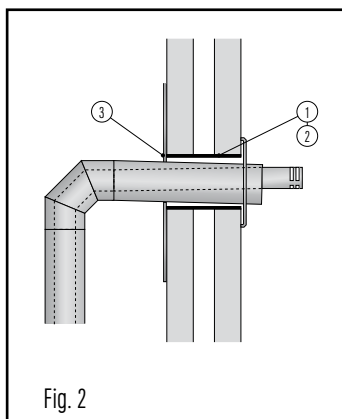

Fig. 2
In all circumstances the terminal must have a minimum distance of 50 mm to all combustible material. This can be realised in 2 different ways (see fig. 2):
Dans tous les cas de figure, la distance entre le terminal USDHC4 13 (4) et les matériaux combustibles ne doit pas être inférieure à 50 mm. Ceci peut se faire de 2 façons (voir fig. 2) :
Można to osiągnąć na dwa różne sposoby (Fig.2):
In alle gevallen dient de doorvoer rondom 50 mm verwijderd te zijn en te blijven van brandbaar materiaal. Praktisch kan dit op twee manieren uitgewerkt worden (zie fig. 2):